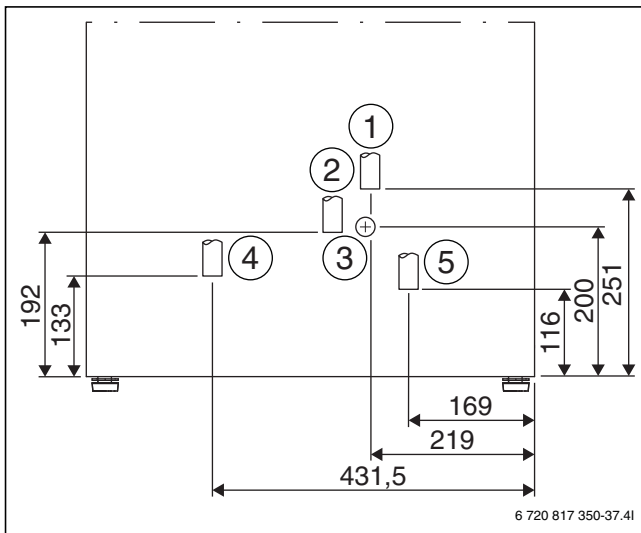

Bild 11 Röranslutning vy framifrån
- ▶ Anslut framledning till uttag märkt framledning (→[5], Bild 11).
- ▶ Anslut returledning till uttag märkt returledning (→[4], Bild 11).
- ▶ Anslut kallvatten och varmvatten till uttag märkta kallvatten (→[2], Bild 11) respektive varmvatten (→[1], Bild 11).